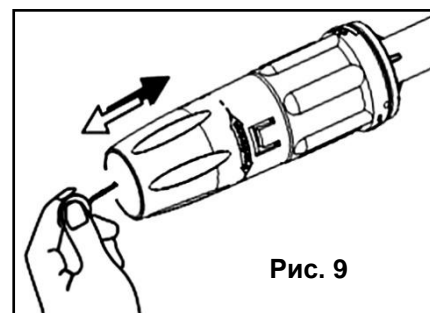

Рис. 9
- Вставьте имеющуюся в комплекте спицу для очистки сопла в отверстие распылителя и подвигайте вперед-назад до удаления засора (См. Рис.9).